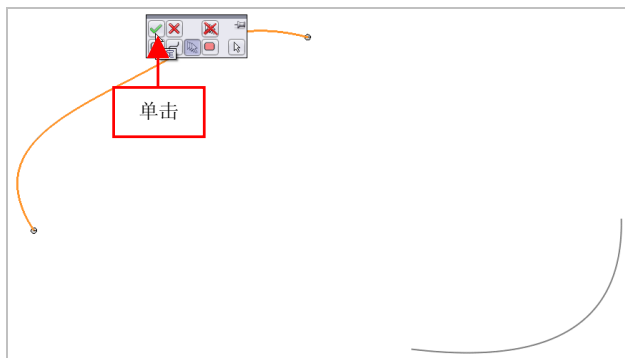

图 7-69 单击【确定】按钮
(3) 弹出【边界-曲面】属性管理器，在绘图区中，选择左上方的草图，弹出相应的对话框，单击【确定】按钮，如图 7-69 所示。